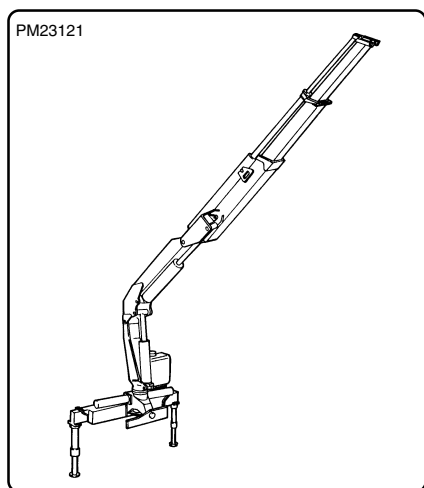

fig. 8.20.1
- a) aprire completamente tutti i martinetti della gru (fig. 8.20.1), compresi gli stabilizzatori, azionando anche la rotazione a finecorsa (nel lato opposto a quello di chiusura della gru).
- a) *fully open all the crane cylinders (fig. 8.20.1), including the outriggers, and slewing system rotating the crane at the stroke end opposite to the crane boom folding position.*